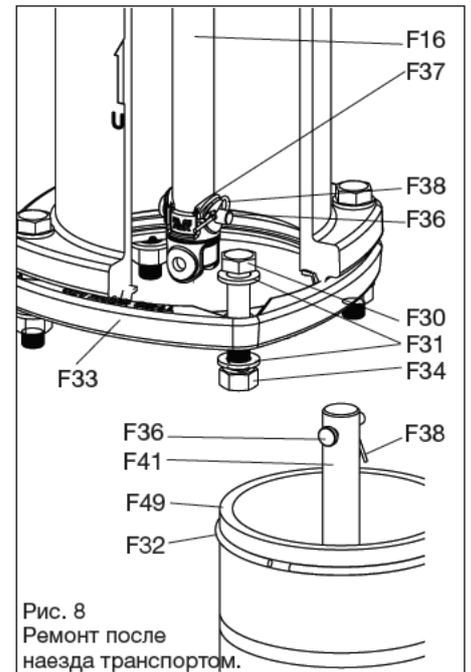

Рис. 8
1. Снять крепежную арматуру F30, F31, F34 с разрушаемого фланца F33. Стянуть с нижнего ствола F49 стопорное кольцо F32 (Рис.8).
ВНИМАНИЕ ! Убедиться в том, что разрушаемый фланец F33 обращен вверх правильной стороной с отметкой «This side up» (этой стороной вверх) по направлению к верхней секции гидранта (см. Рис.8 и 9). Надеть новое стопорное кольцо F32 на желобок нижнего ствола.